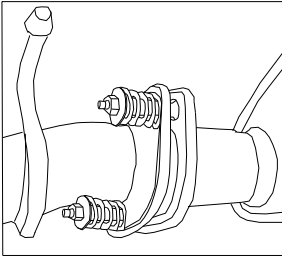

Figure 3.
2. Abaisser l'échappement en enlevant (douille 13 mm) deux (2) supports d'échappement de chaque côté. On pourra ainsi accéder au longeron en poussant le silencieux vers le haut et l'extérieur pour dégager. L'enlèvement des isolateurs en caoutchouc sur les supports d'échappement à l'avant de la tôle du coffre procurera un dégagement supplémentaire. La vaporisation de lubrifiant ou d'eau savonneuse sur la tige du support métallique et l'isolateur en caoutchouc facilite l'enlèvement.
3. Enlever le silencieux (1) du véhicule.
Modèles V8 - Enlever et conserver les deux (2) ensembles boulon-ressort du rebord (l'écrou et le ressort sont attachés). Enlever le silencieux côté conducteur avec précaution. Voir la figure 3.